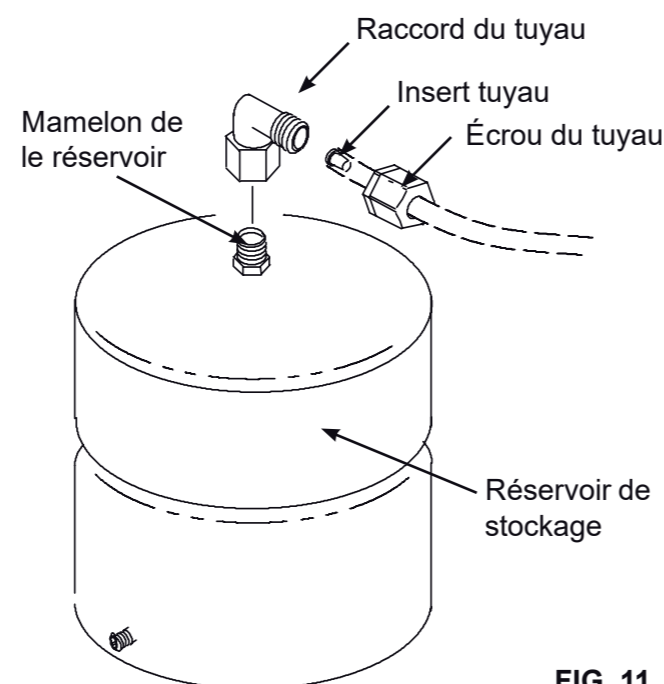

FIG. 11
1. Appliquez une bande d'étanchéité (2 couches dans le sens des aiguilles d'une montre) sur le filetage du mamelon sur le haut du réservoir. Cf Fig. 11.
2. Identifiez le raccord du tuyau. Cf Fig. 11. Vissez le raccord sur le mamelon de le réservoir en réalisant 7-8 tours, soyez prudents à ne pas endommager le filetage ou à ne pas trop serrer.